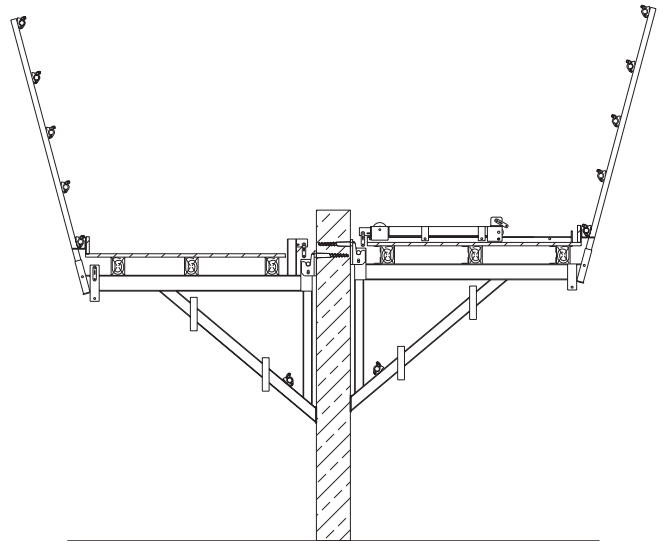

Abb.92
- 3.) Montieren Sie nun Kletterkonsolen und Belag (Abb.92). Entweder hängen Sie zuerst die Kletterkonsolen ein und bringen danach den Belag an oder Sie montieren Kletterkonsolen und Belag am Boden vor und hängen es dann als Einheit ein, z.B. bei großen Höhen.